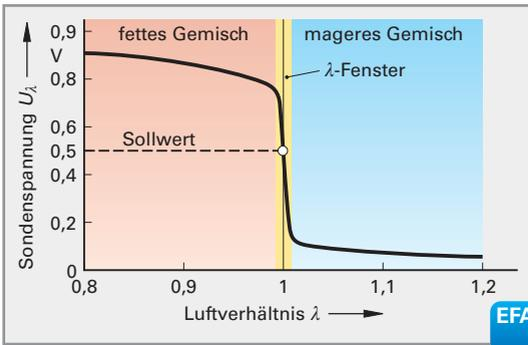

Bild 2: Kennlinie der Spannungssprungssonde in Abhängigkeit von  $\lambda$
**Wirkungsweise (Bild 2).** Der Keramikwerkstoff der  $\lambda$ -Sonde wird ab etwa 300 °C für Sauerstoffionen leitend. Durch den Sauerstoffanteil an der Luftseite und den verschiedenen großen Restsauerstoffanteilen an der Abgasseite der Sonde ergibt sich bei  $\lambda \approx 1$  ein Spannungssprung zwischen 100 mV (mageres Gemisch) und 800 mV (fettes Gemisch). Bei  $\lambda = 1$  beträgt die elektrische Spannung  $\approx 450$  mV... 500 mV. Die höchste Sondentemperatur soll 850 °C ... 900 °C nicht überschreiten.